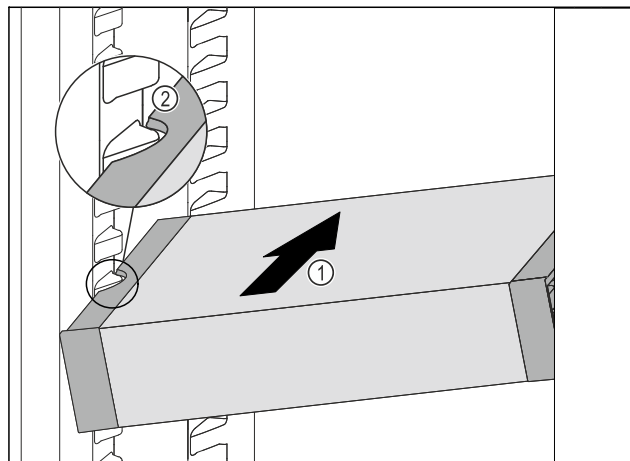

Fig. 96
- Insérer le VarioSafe en biais dans la partie réfrigérateur Fig. 96 (1) jusqu'à ce que les encoches latérales Fig. 96 (2) du VarioSafe se trouvent à la hauteur de la nervure du bac dans la partie réfrigérateur.